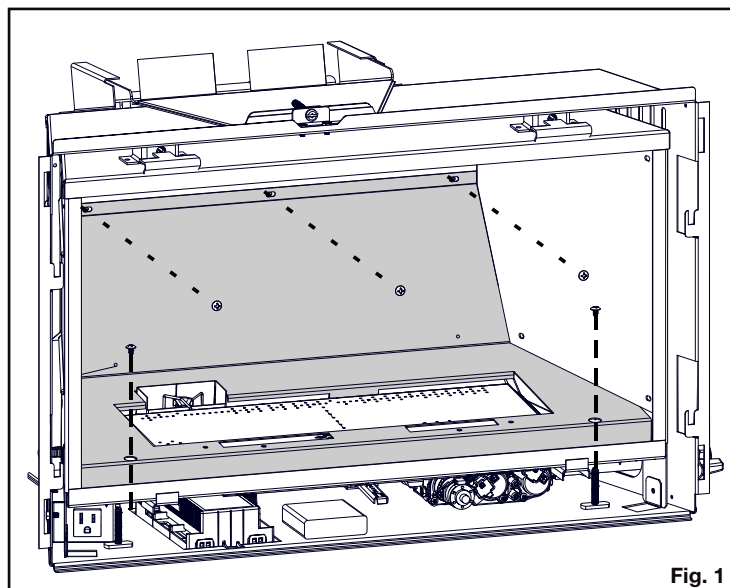

Fig. 1
- ☐ 3. Retirez les 5 vis qui maintiennent le plateau de présentation en place, puis soulevez et retirez le couvercle (**Fig. 1**).